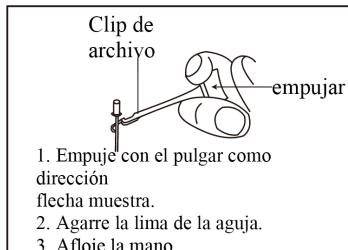

Imagen 20
4.2.5 Recorte el archivo con el clip de archivo, acérquese al vértice, luego habrá una alarma continua cuando la distancia sea inferior a 2 mm [Imagen 20].